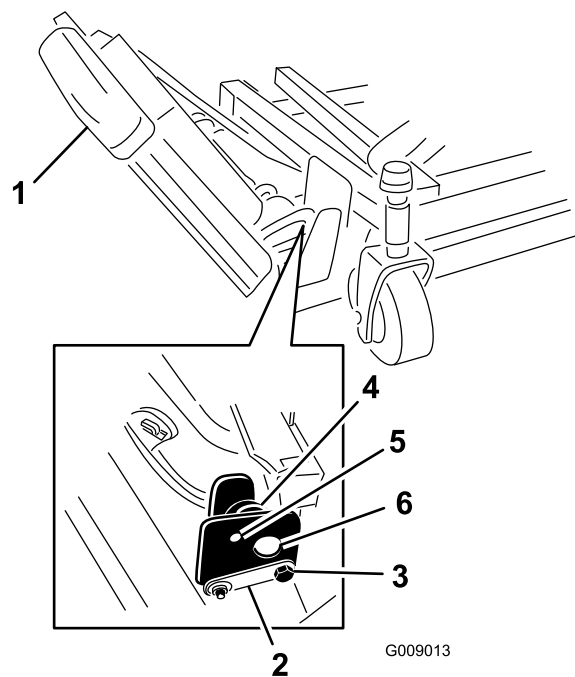

Figure 3
1. Retirez les écrous qui fixent les boulons d'arrêt avant et arrière aux supports de plateau d'extrémité droit (Figure 3).
2. Soutenez le plateau d'extrémité droit et retirez les boulons d'arrêt avant et arrière des supports du plateau (Figure 3).